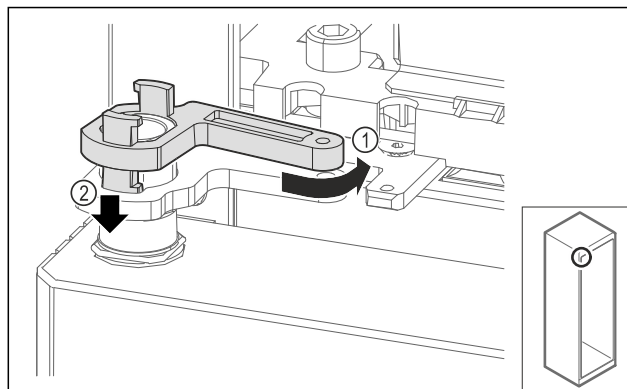

Fig. 66
- Girar ligeramente el bloqueo del soporte de cojinetes hacia atrás Fig. 66 (1), presionarlo hacia abajo Fig. 66 (2) y bloquearlo en el ángulo de bisagra.